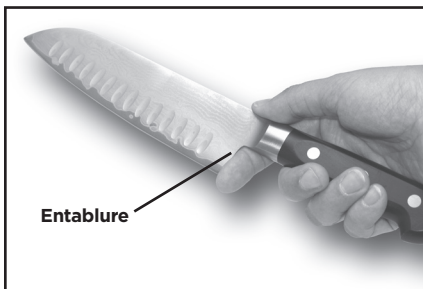

Figure 16. Si votre lame comporte une entablure significative, il peut s'avérer utile de mettre un doigt à l'arrière comme illustré lors de l'aiguisage.
8. Si votre couteau possède une entablure significative, il vous paraîtra peut-être utile de placer votre index dans la zone de l'entablure ou juste derrière (voir figures 16 et 17) quand vous insérez la lame dans l'aiguisoir. Soyez prudent ! L'extrémité de l'entablure est peut-être tranchante. Votre doigt servira de butée et vous empêchera d'insérer la lame trop loin, ce qui pourrait avoir pour conséquence que la zone de l'entablure entraîne la barre d'arrêt du devant de l'aiguisoir lorsque vous retirez la lame. Un peu de pratique vous aidera à perfectionner cette technique. Quand vous insérez la lame, laissez glisser votre doigt vers le bas contre la face avant de l'aiguisoir.